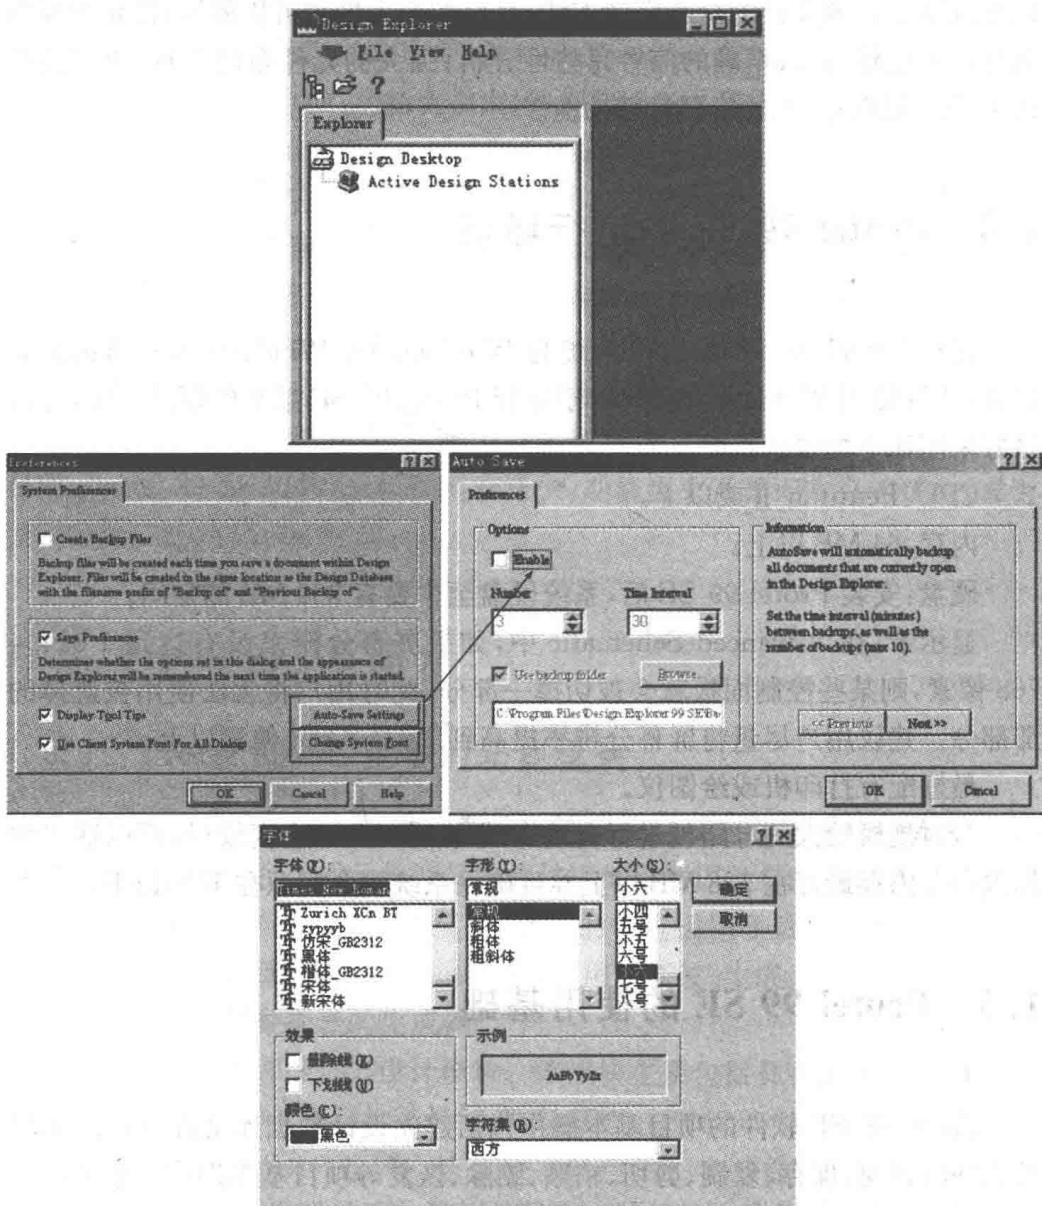

图 1-5-1 Preferences 参数的设置图
Step 3: 点击 Preferences, 打开系统参数设置对话框, 如图 1-5-1 所示。